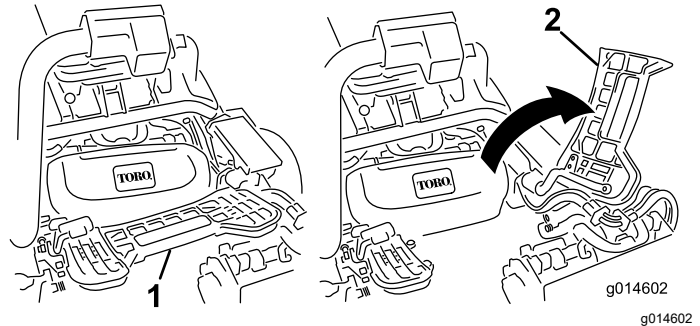

Bild 51
2. Heben Sie die Fußplattform an und schwenken sie in die geöffnete Stellung, um die Stellung das mittlere Mähwerk zugänglich zu machen (Bild 51).